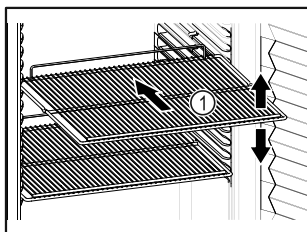

Fig. 61 Vejledende illustration
- ☐ Tilpas højden, når bæreristene Fig. 61 (1) kan flyttes.